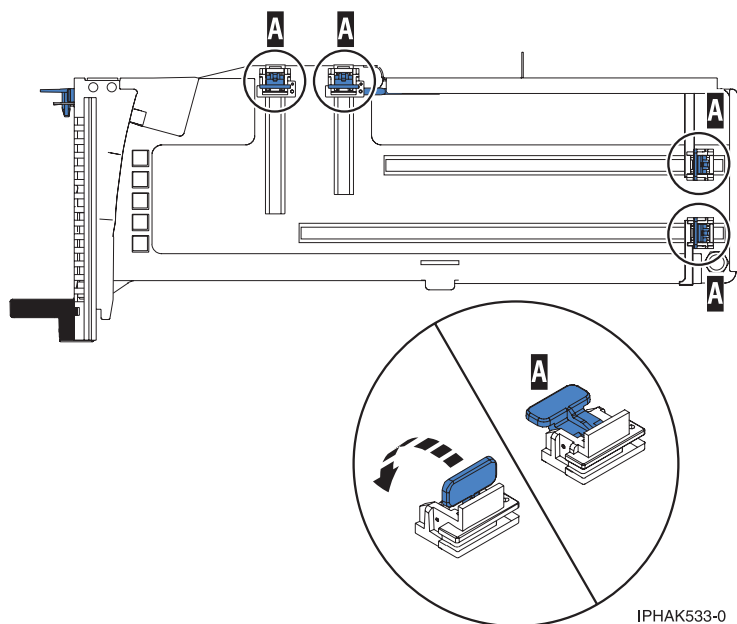

Abbildung 85. Adapterhalterungen
- b. Achten Sie darauf, dass alle Adapterhalterungen (A) nach außen zu den Kanten der Kassette gedrückt wurden, damit der Adapter installiert werden kann. Siehe Abb. 85 auf Seite 95.